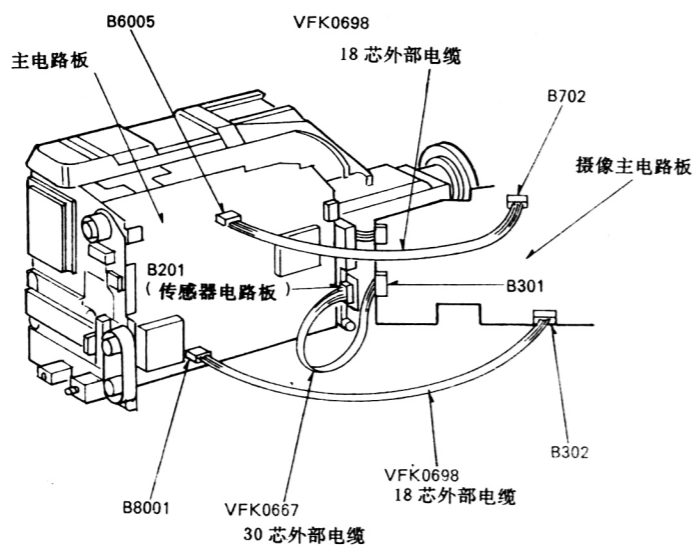

图 1-2-3
1. 摄像主电路板与主电路板之间的连接,如图 1-2-3 所示。